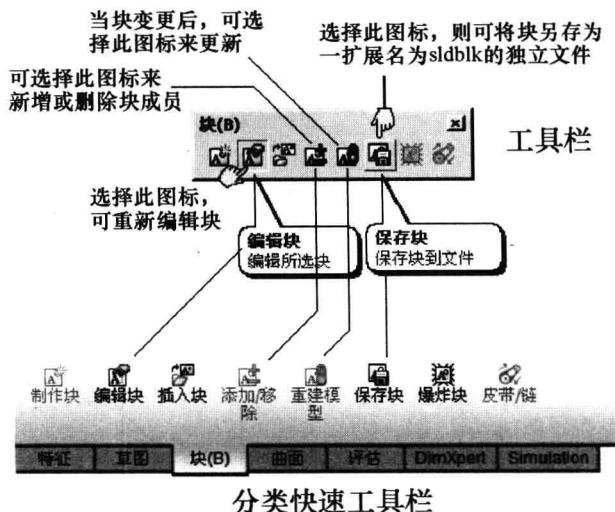

图 1-8 编辑块或将另存为块文件的界面选择位置
**操作 10:** 存盘前, 可通过图 1-8 所示的工具栏, 来编辑块或将其另存为一个独立的块